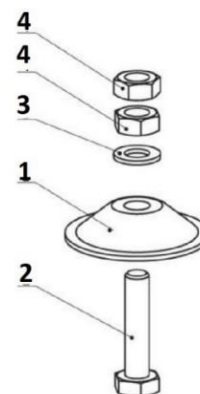

Fig. 2d;
- *Nos casos em que os pés ajustáveis são integrados, pode montá-los conforme descrito (Fig. 2d):